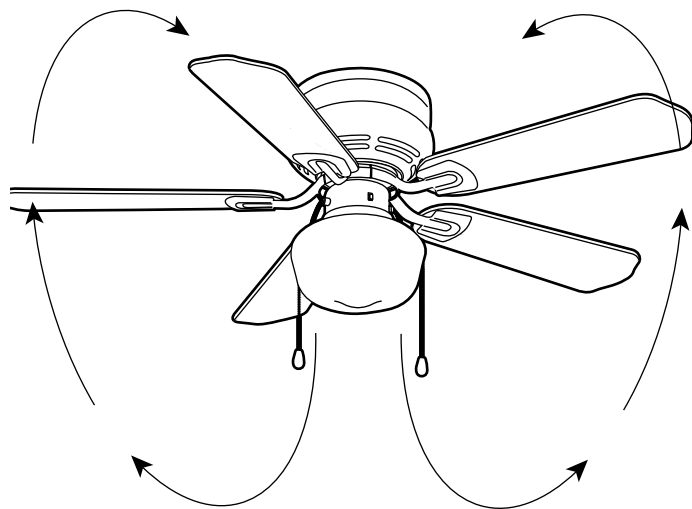

Figura 17
**Clima cálido – (Hacia adelante)** Un flujo de aire hacia abajo crea un efecto de enfriamiento como se muestra en la Figura 17. Esto le permite ajustar su acondicionador de aire a un ajuste más alto sin afectar su comodidad.